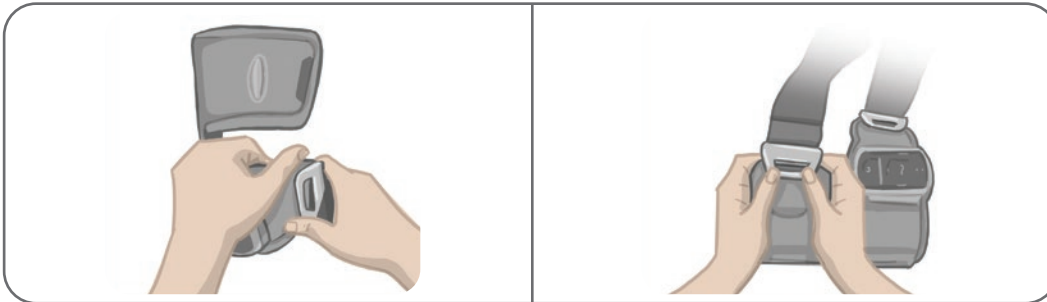

Ilustración 11-12: Retirada de las correas de muslo
1. Empuje la hebilla colocada en la correa de muslo hacia la banda del muslo con un movimiento en espiral. Consulte la ilustración 11-12.